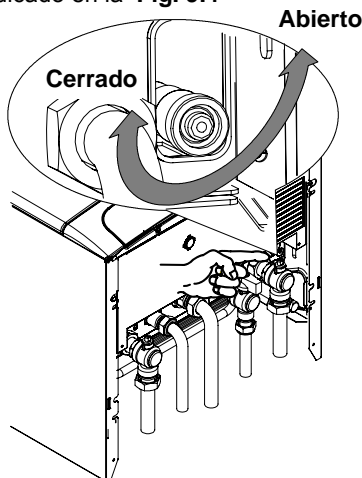

Fig. 9.4 Grifo de vaciado del circuito primario.
- 2 Abra el grifo de vaciado de la caldera indicado en la **Fig. 9.4**